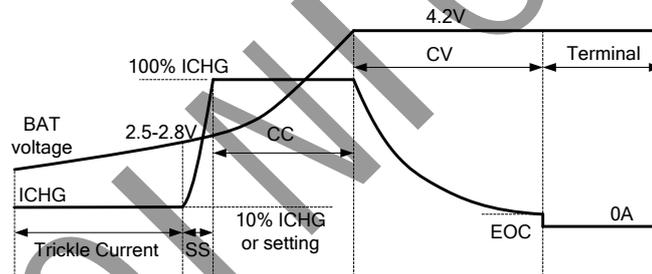

图 8 充电过程示意图
图 8 显示 IP2302 线性充 4.2V 锂电池的典型充电模式和典型的充电过程。对于终端电压低于 pre-charge 门限 ( $V_{VBAT\_PRE}$ ) 的深度放电的电池，IP2302 将以 pre-charge (CC/5 或 CC/10 可选) 的电流开始涓流充电 (Pre\_charge Current)。当电池电压达到 Pre\_charge 门限后，芯片开始以设定值 (CC 寄存器 REG02[5:0] 设定) 的恒定电流充电。一旦电池电压达到 4.2V，芯片将在恒压 (CV) 模式下工作，直到电池充满电。在 CV 模式下，充电电流下降，当 CV 模式下的充电电流降低到 EOC 电流时，充电指示灯指示充电截至且停止充电。